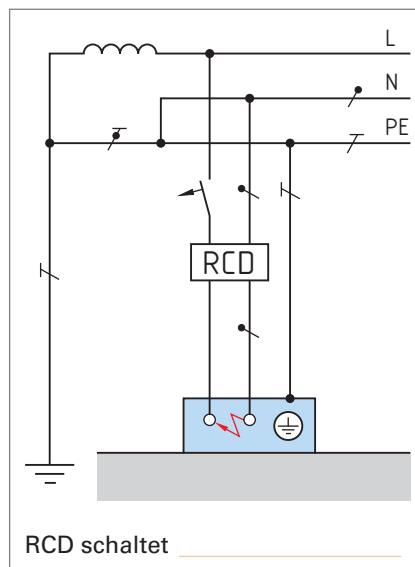

Bild 5: RCD und Kurzschluss
5. Welche Schlussfolgerung ist aus **Bild 5** zu ziehen?